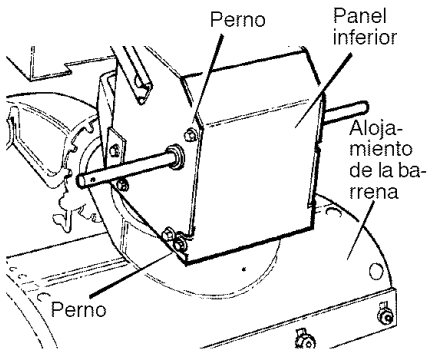

Figura 72
- Afloje los **pernos** a cada lado del **panel inferior** (Figura 72).
- Instale el **panel inferior** (Figura 72).
13. Instale el **panel inferior** (Figura 72).